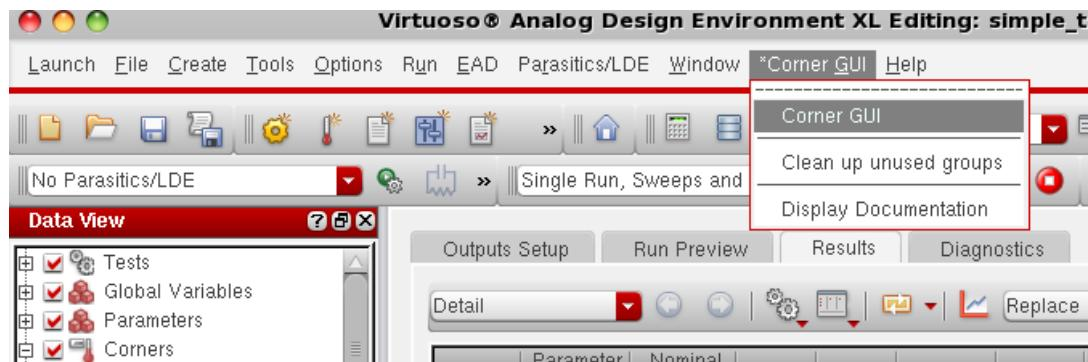

Рис. 5.5. Запуск графической формы для подключения моделей в ADE-XL.
- 2) Выбрать пункт меню *Tools*–>*Analog Environment*, после чего появится главное окно Analog Design Environment (рис. 5.5).